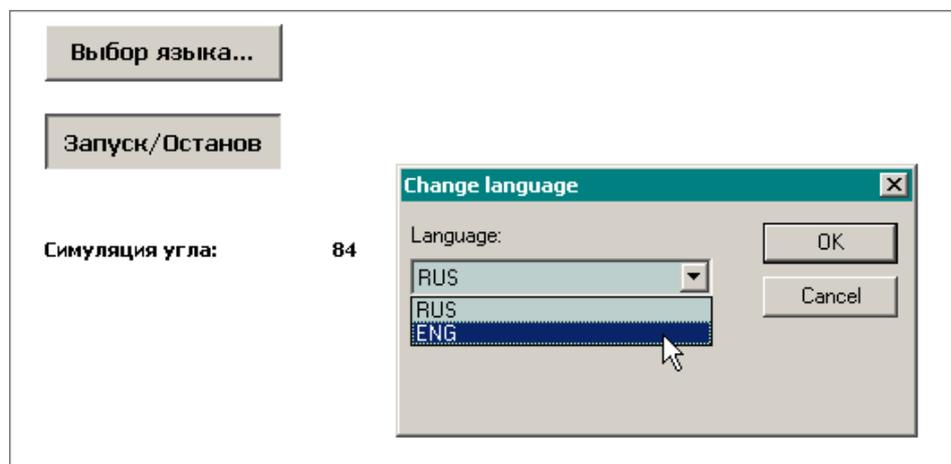

Рис. 79. Выбор языка интерфейса оператора
3. Нажмите кнопку **Выбор языка**. На экран монитора, подключенного к контроллеру, будет выведена системная диалоговая панель **Change language**, показанная на рис. 79.
После загрузки приложения в контроллер щелчок мышью над данным элементом визуализации будет приводить к появлению на экране системной диалоговой панели **Change language**, показанной на рис. 79.